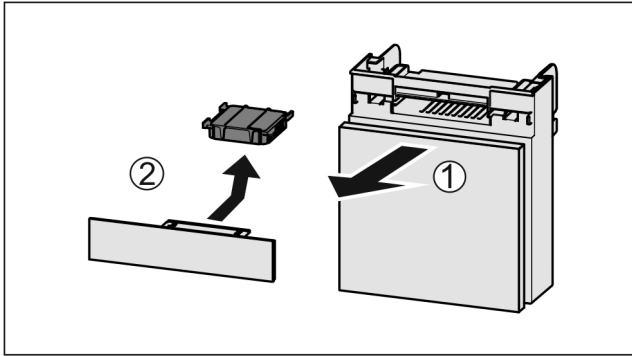

Fig. 225
- ▶ Fach nach vorne herausziehen Fig. 225 (1).
- ▶ Aktivkohlefilter entnehmen Fig. 225 (2).